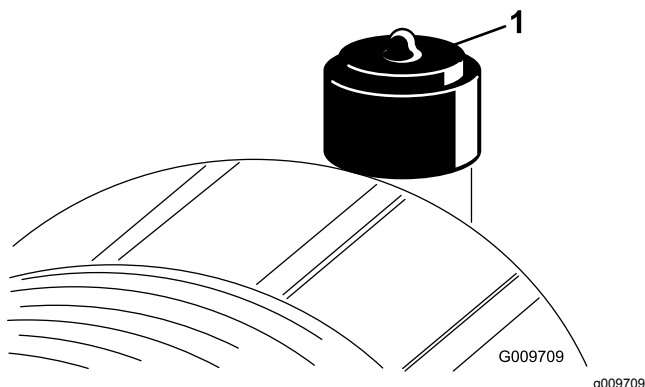

Figure 25
Faites l'entretien du filtre à air uniquement quand l'indicateur de colmatage (Figure 25) indique que cela est nécessaire. Changer le filtre à air prématurément ne fait qu'accroître le risque de contamination du moteur par des impuretés quand le filtre est déposé.
6. Réarmez l'indicateur de colmatage (Figure 25) s'il est rouge.